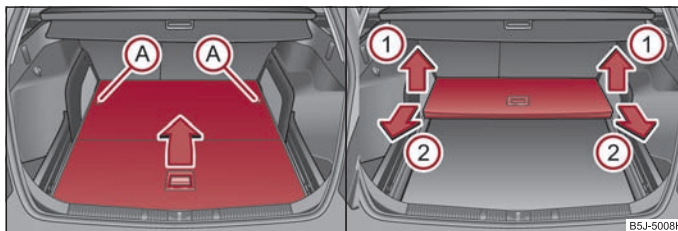

Abb. 63 Kofferraum: Variablen Ladeboden zusammenklappen / herausnehmen
- Durch Drehen der Sicherungsbolzen A um ca. 180° nach links entriegeln Sie den variablen Ladeboden ⇒ Abb. 63.
- Heben Sie den variablen Ladeboden in Pfeilrichtung ① an ⇒ Abb. 63 und nehmen Sie ihn durch Ziehen in Pfeilrichtung ② heraus ⇒ Abb. 63.